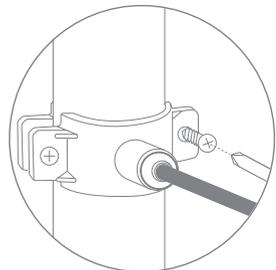

Рис. 18
5. Прочно закрепите хомут на дренажной линии с помощью винтов (рис. 18). Винты крепления необходимо затягивать равномерно (без перекоса), чтобы обе части хомута располагались параллельно.